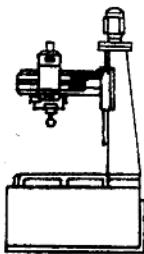

图1-3 悬臂式结构
3. 悬臂式 如图1-3，首先是这种机床的悬臂和立柱上的导轨容易造成磨损，而且它的刚性及精度都较差，属于一种老式结构，已不适用于生产的需要。